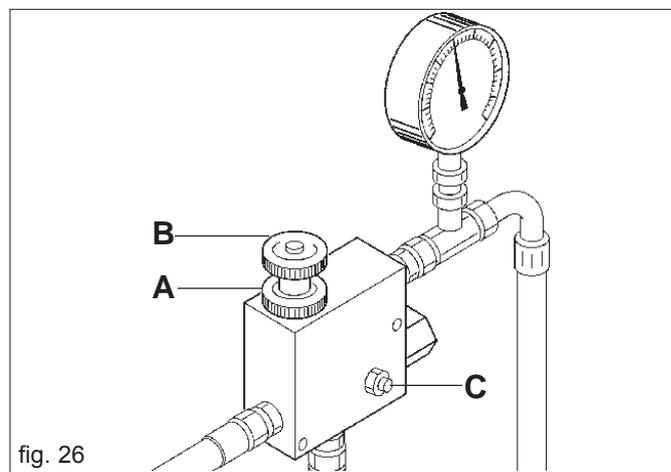

fig. 26
**Está prohibido variar la posición del tornillo sin cabeza (C Fig. 26), puede causar daños al sistema hidráulico con ruptura del motor y de la bomba.**
Se es necesario aumentar incrementar el número de revoluciones de la toma para la distribución de semillas mayor, moviendo con prudencia y atención como sigue (Fig. 26):
- a) afloje la rosca de bloqueo (A Fig. 26);
- b) girar en sentido horario o antihorario el pomo (B) para disminuir o aumentar la presión y variando el número de revoluciones de la toma.